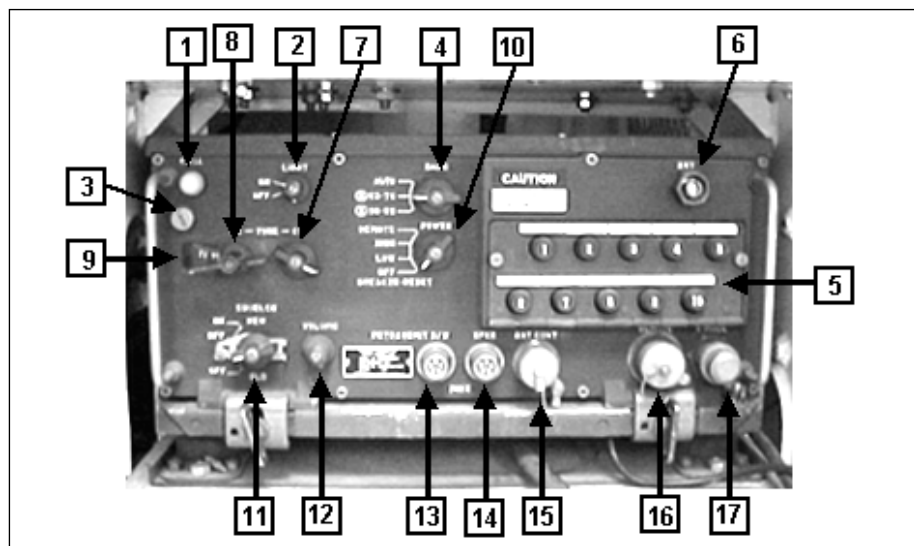

Fig 8-41. RT-246/VRC
c. Receptor-transmissor RT-246/VRC (Fig 8-41)
(1) Descrição - O RT-246/VRC é um receptor-transmissor, leve compacto e rústico protegido por uma caixa à prova d' água. Todos os controles para operação estão localizados no painel frontal. A tampa com dobradiça permite o acesso para ajustagem de pré-seleção pela guarnição e é presa por dois parafusos cativos. O conector na parte de trás (não mostrado) liga-se a outro conector na frente da caixa de ligações da base MT-1029/VRC. Há dois furos para os pinos-guia da base MT-1029/VRC. O ventilador dentro da caixa auxilia a dissipar o calor. A tampa e o fundo são presos por parafusos cativos.